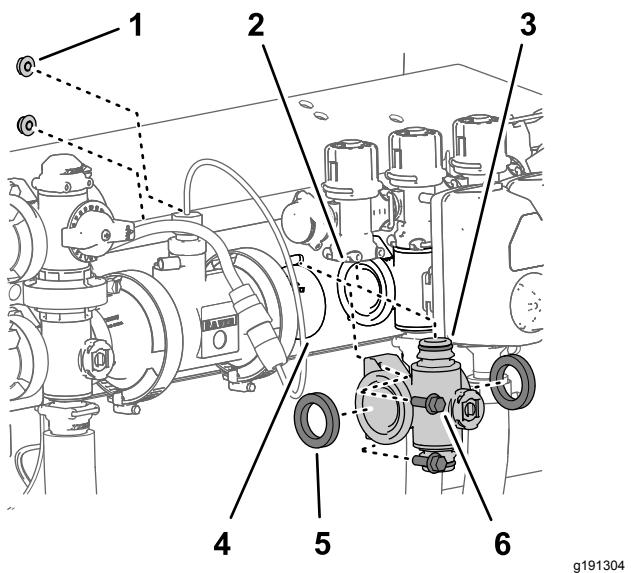
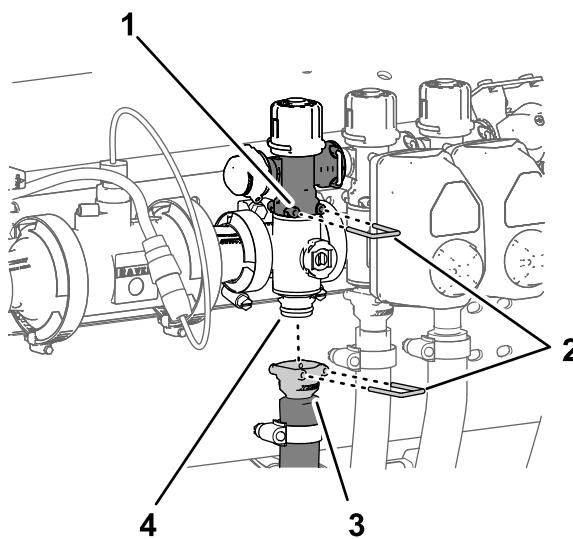

Figure 117
Figure 118
1. Alignez les 2 joints que vous avez retirés à la section Dépose de la valve de collecteur de section \(page 86\) et les brides du collecteur de vanne de section (Figure 117).
2. Alignez la bride du collecteur de vanne de section entre les brides des autres vannes de section et/ou adaptateur d'accouplement (Figure 117).
3. Fixez le raccord rapide du collecteur de vanne de section au raccord rapide femelle de la vanne de dérivation de section à l'aide d'un l'étrier de fixation (Figure 117 et Figure 118).
| 5. Pour les collecteurs de vanne de section gauche et droit, fixez le collecteur de vanne de section au support de vannes (Figure 117) à l'aide des 2 boulons à embase (1/4" x 3/4") et des 2 contre-écrous à embase (1/4") que vous avez | |
8. Fixez le raccord rapide du flexible de section au raccord rapide du collecteur de vanne de section à l'aide de l'étrier de fixation (Figure 118).